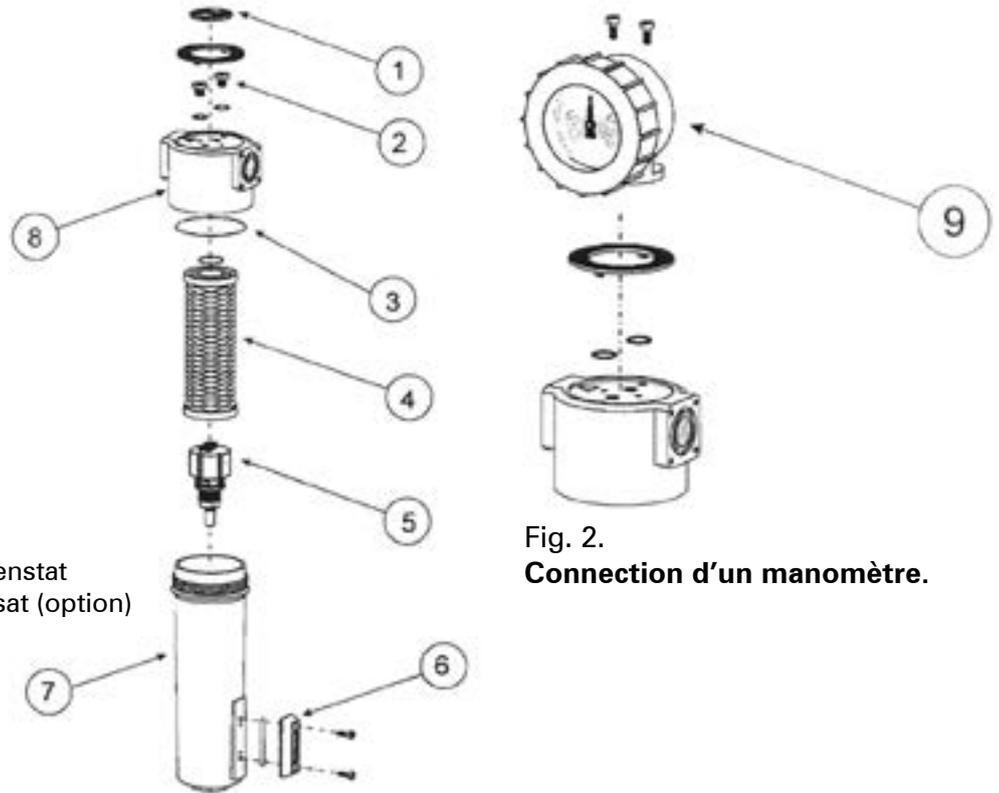

Fig. 1. Composition du filtre
- Connecter le manomètre au filtre (grade P, M, S). Avec un tournevis, enlever la rondelle centrale en plastique du dessus de la tête de filtre (fig.1 ref. 1), dévisser les deux vis (ref. 2) avec une clé Allen et visser le manomètre dans les deux autres trous. La symétrie du manomètre permet de l'installer dans deux positions décalées de 180°.